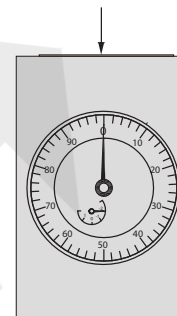

Fig.2
2. Avant utilisation, il est nécessaire de mettre l'appareil à zéro. Appuyez sur la surface supérieure : l'aiguille courte doit pointer vers -2 et l'aiguille longue vers zéro. En cas de léger écart, tournez la lunette jusqu'à ce que l'aiguille longue pointe vers zéro (fig. 2). Il est nécessaire de vérifier régulièrement si le zéro est correctement réglé.